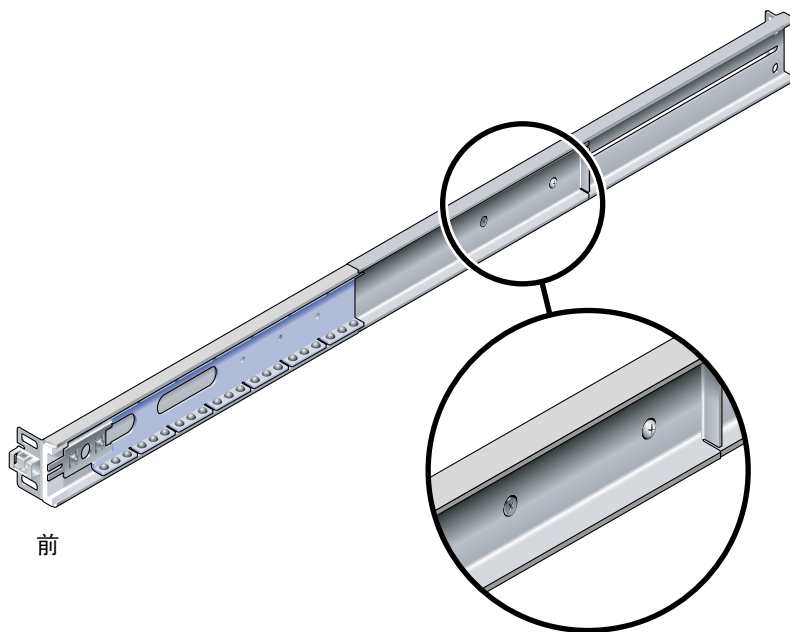

图 2-4 滑轨上的自持螺钉
3. 将每个滑轨上的两个自持螺钉（图 2-4）拧松大约四分之一圈。
- b. 通过滑动后部来调整滑轨的长度，使其到达后面机架立柱的外缘。然后，拧紧自持螺钉（图 2-4），使滑轨的长度固定。